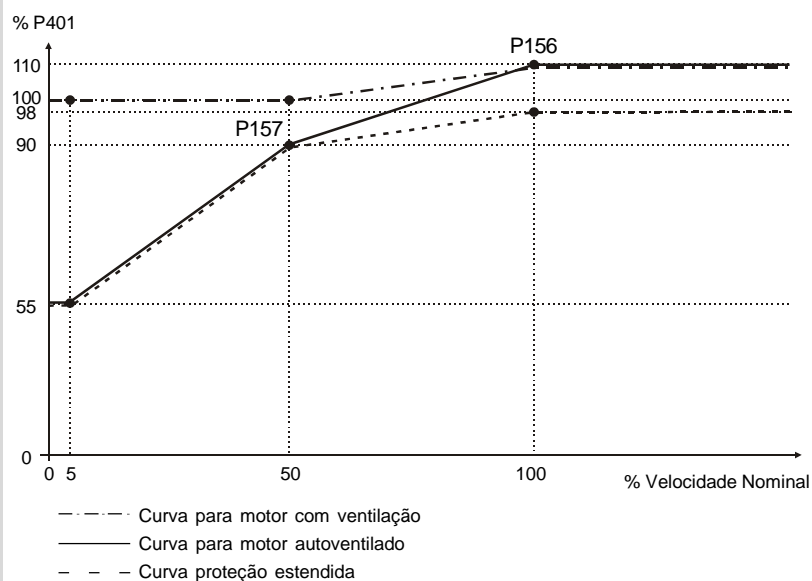

Figura 6.18 - Níveis da proteção de sobrecarga
<ul style="list-style-type: none"> <li>☑ A corrente de sobrecarga é dada em função da velocidade que está sendo aplicada ao motor, de acordo com a curva de sobrecarga. Os parâmetros P156, P157 e P158 são os três pontos utilizados para formar a curva de sobrecarga do motor, mostrada na figura 6.18 para o ajuste de fábrica.</li> <li>☑ Com o ajuste da curva de corrente de sobrecarga, é possível programar um valor de sobrecarga que varia de acordo com a velocidade de operação do inversor (padrão de fábrica), melhorando a proteção para motores autoventilados, ou um nível constante de sobrecarga para qualquer velocidade aplicada ao motor (motores com ventilação independente).</li> <li>☑ Esta curva muda quando P406 (Tipo de ventilação) é alterado durante a rotina de start-up orientado. (Consulte o item 5.2).</li> </ul>